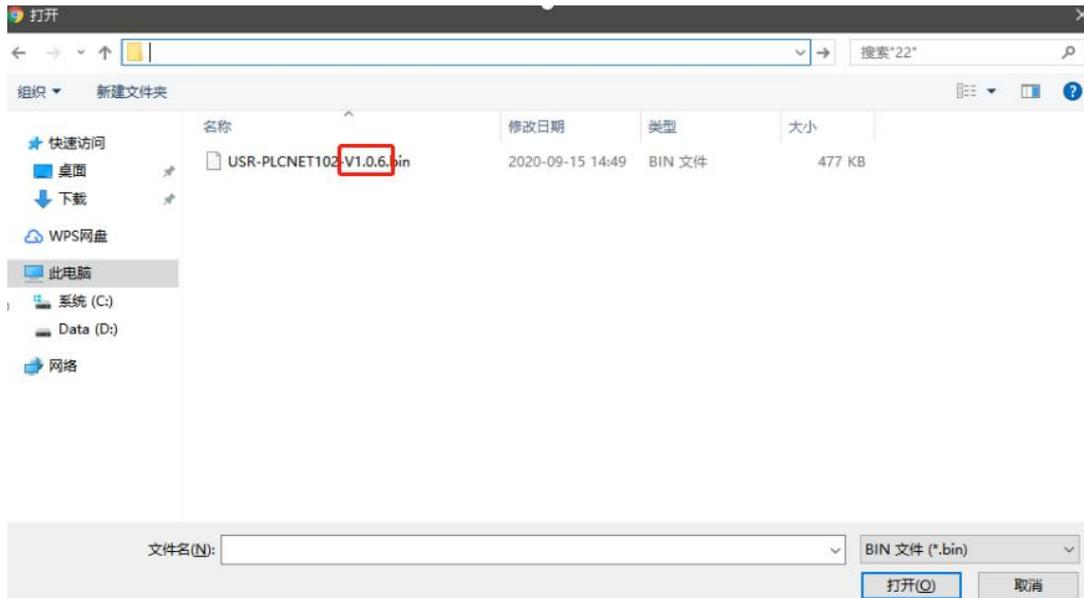

图 26 固件包选择
- ◆ 选择固件包，点击打开，再点击刷写固件。如图 26 选择的固件是 V1.0.6。